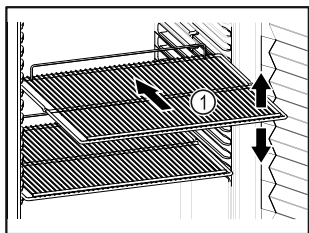

Fig. 59 Ilustrační zobrazení
- Pokud jsou odstavňovací rošty Fig. 59 (1) přemístitelné, přizpůsobte je vždy na danou výšku.